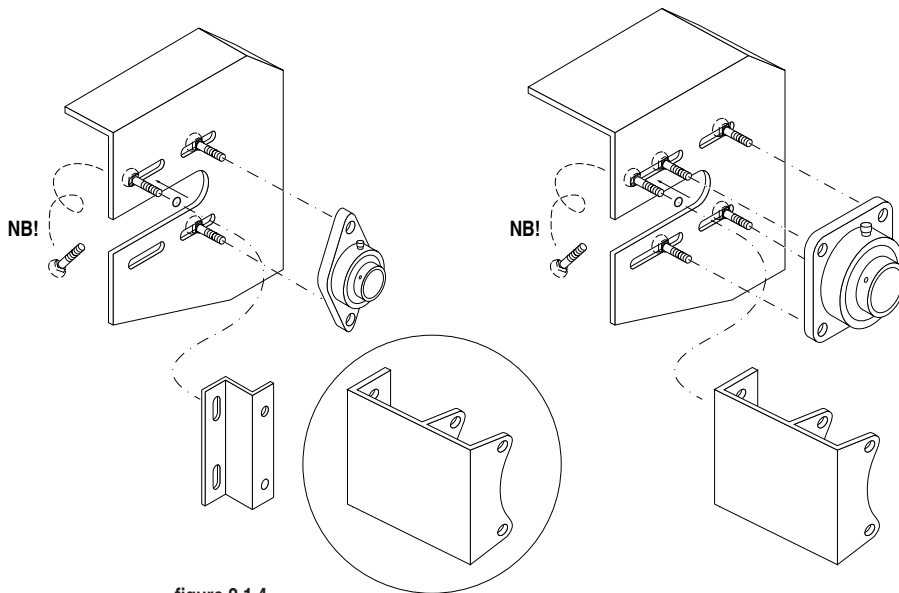

figure 2.1.4
- 6 Placez les boulons (pour le montage des consoles et du support moteur) à l'aide de joints toriques dans les consoles (figure 2.1.4)